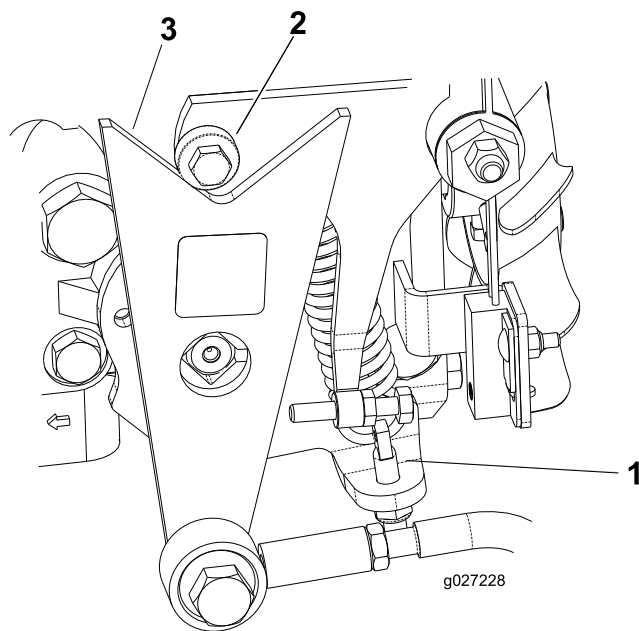

Figura 49
- Se le ruote girano nella direzione corretta, spegnete il motore e regolate il dado di bloccaggio del perno di regolazione della molla (Figura 49). Regolate la posizione per la folle; fate riferimento a Regolazione della trazione per la folle \(pagina 31\).